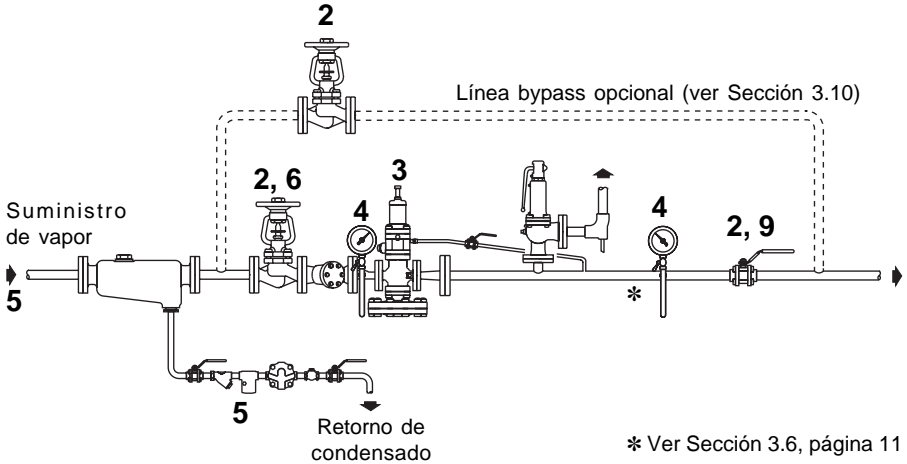
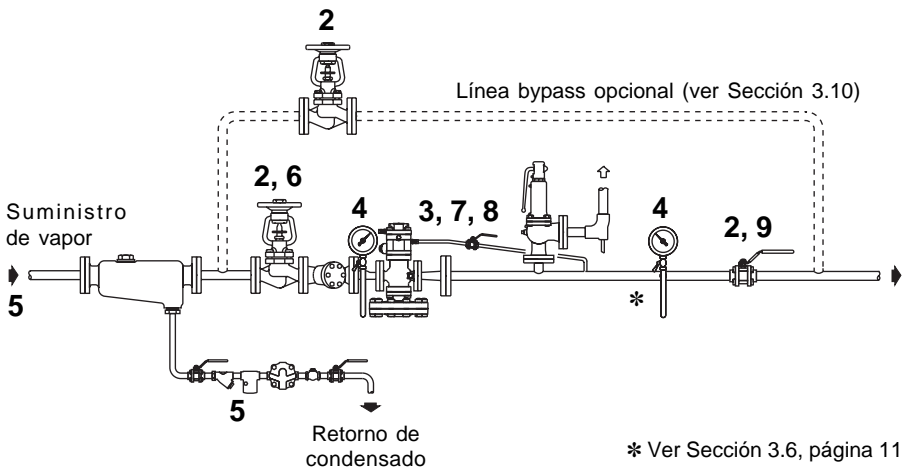

Fig. 8 Procedimiento de colocación DP27, DP27E y DP27Y
Fig. 9 Procedimiento de colocación DP27R
El suministro del aire de accionamiento del actuador que se halla controlado por el regulador, se conecta al pertinente racord de unión de la válvula. Véase fig. 4. La conexión de entrada de aire es la adecuada para tubo de cobre de 6mm O/D. La presión reducida máxima disponible para la DP27R es de 15 bar (218 psi g). Una instalación típica se puede ver en la Fig.9 página 15.
Si se desea asegurar el suministro de vapor a la instalación cuando la válvula reductora deba pararse por cualquier motivo, entonces es conveniente instalar un by-pass tal como se ilustra en Fig. 8 y Fig. 9, pág. 15.
4.1 Procedimiento de puesta en marcha (Fig. 8 y Fig. 9)
DP27, DP27E y DP27Y (Fig. 8)
DP27R (Fig. 9)